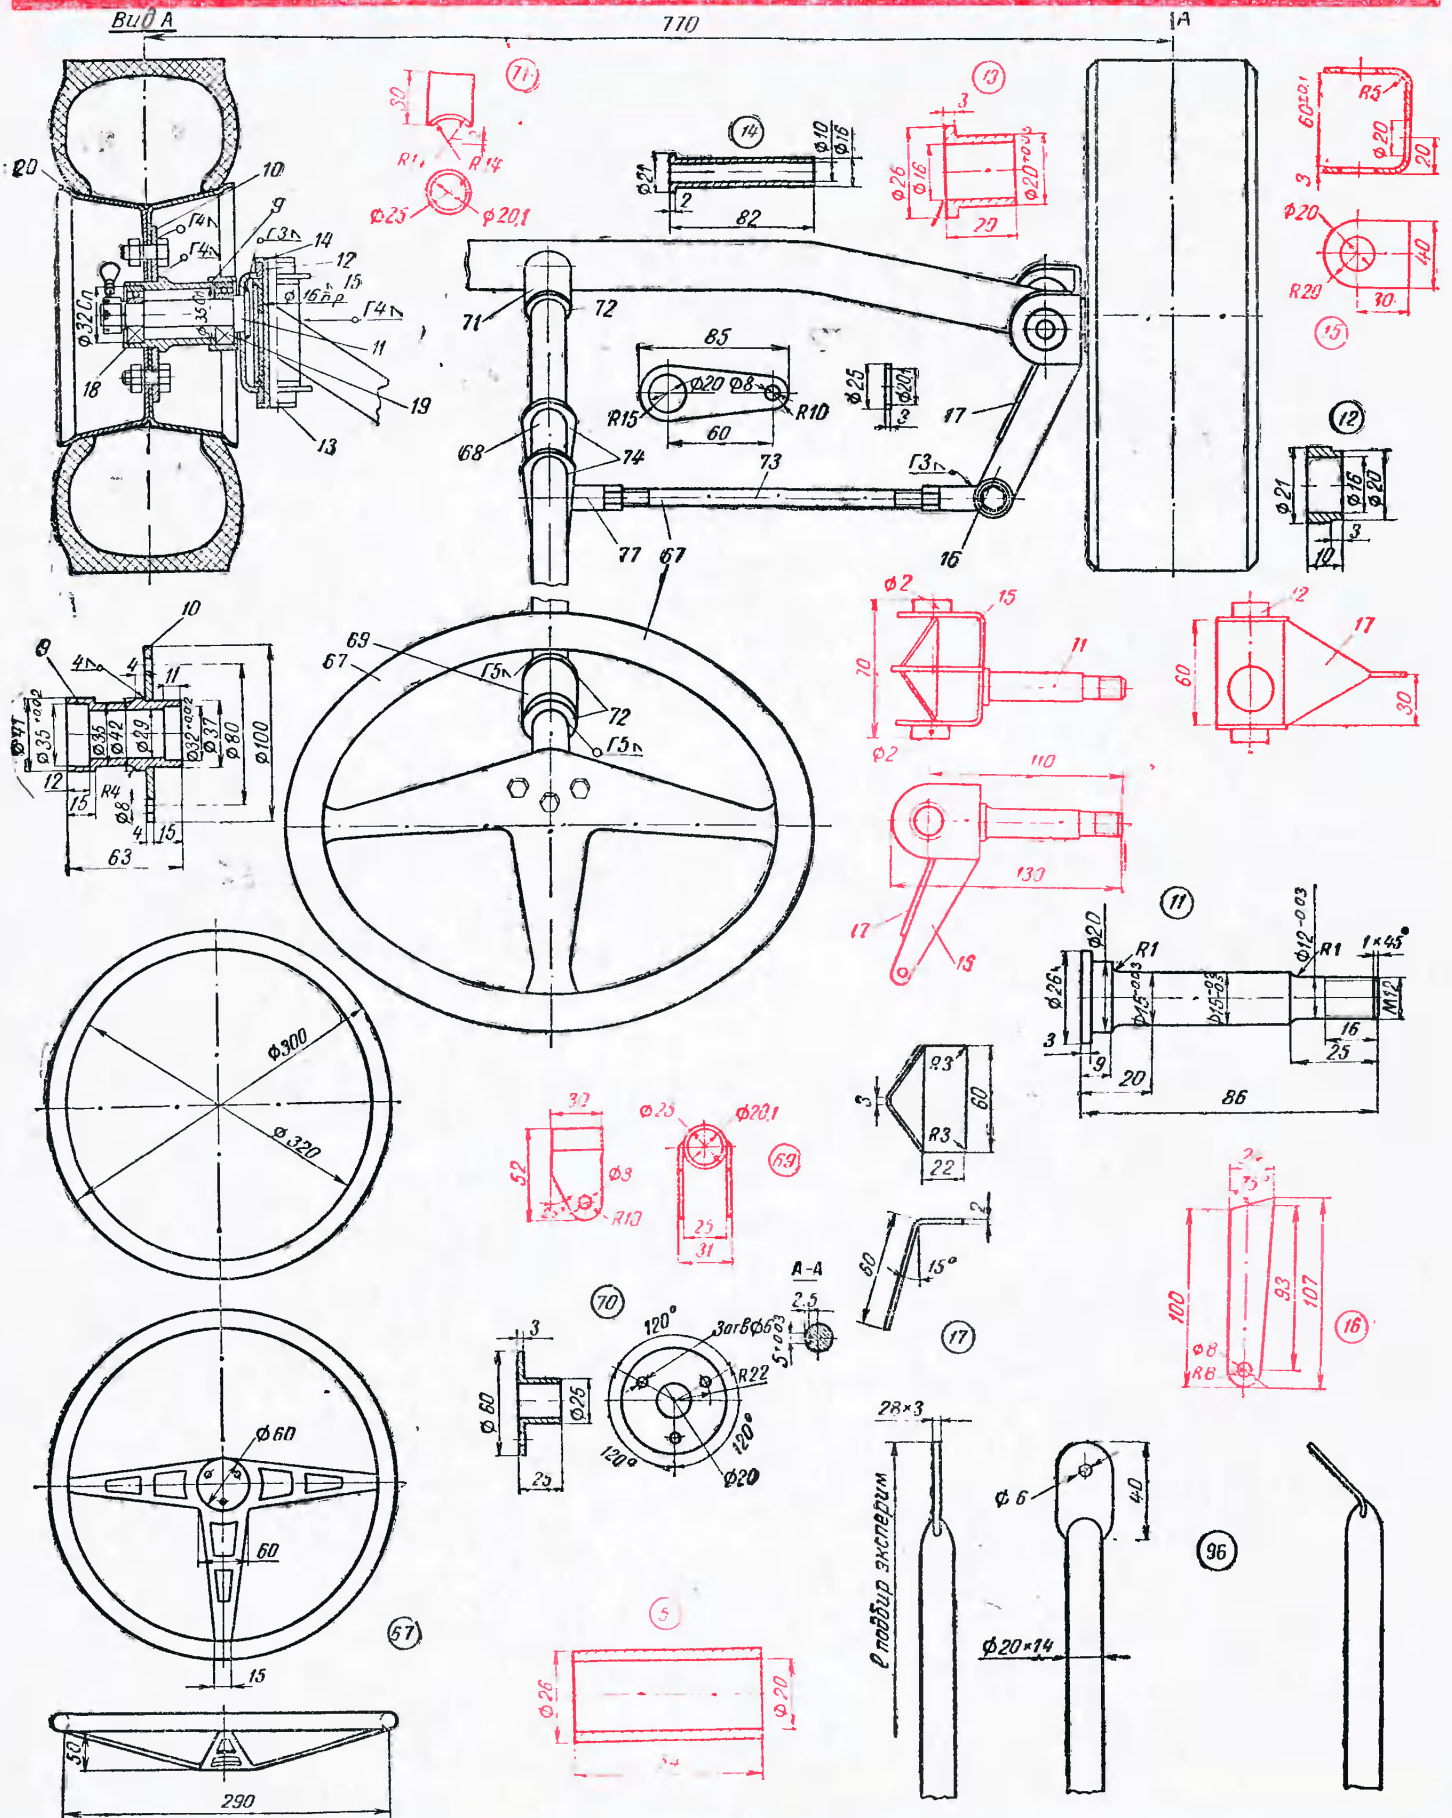

РИС. 4. РУЛЕВОЕ УПРАВЛЕНИЕ И ПЕРЕДНЯЯ ОСЬ.
**СИСТЕМА УПРАВЛЕНИЯ** состоит из рулевого управления и систем управления органами двигателя (рис. 4).